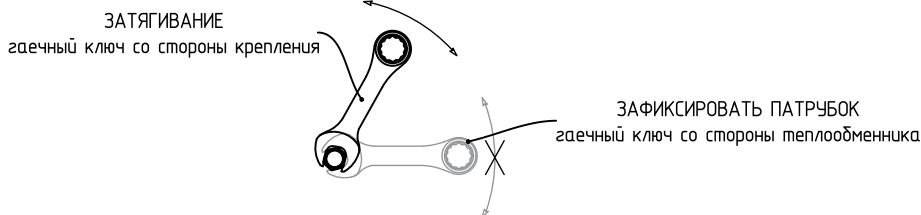

Рис. 6. Подключение к системе подачи теплоносителя
- При подключении к системе подачи теплоносителя необходимо обеспечить защиту присоединительного патрубка теплообменника от воздействия крутящего момента (Рис. 6). Масса прокладываемых трубопроводов не должна создавать нагрузки на патрубки теплообменника.